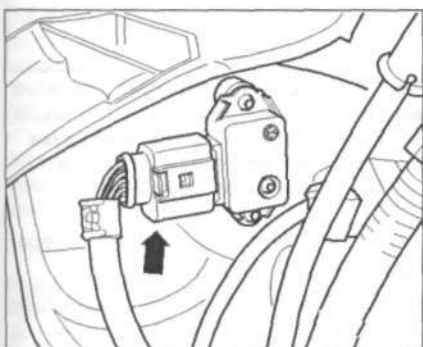

Рис. 4.30. Отсоедините четырехконтактный разъем проводки от датчика давления во впускном коллекторе с датчиком температуры входящего воздуха (стрелка).
7. Отсоедините четырехконтактный разъем проводки от датчика давления во впускном коллекторе с датчиком температуры входящего воздуха (стрелка) (двигатель может заглохнуть) (рис. 4.30).
10. Отсоедините четырехконтактный разъем проводки от датчика давления во впускном коллекторе с датчиком температуры входящего воздуха (стрелка) (двигатель может заглохнуть) (рис. 4.30).
5. Отсоедините четырехконтактный разъем проводки от датчика давления во впускном коллекторе с датчиком температуры входящего воздуха (стрелка) (двигатель может заглохнуть) (рис. 4.30).
8. Отсоедините четырехконтактный разъем проводки от датчика давления во впускном коллекторе с датчиком температуры входящего воздуха (стрелка) (двигатель может заглохнуть) (рис. 4.30). На дисплее примерно -48 °C: